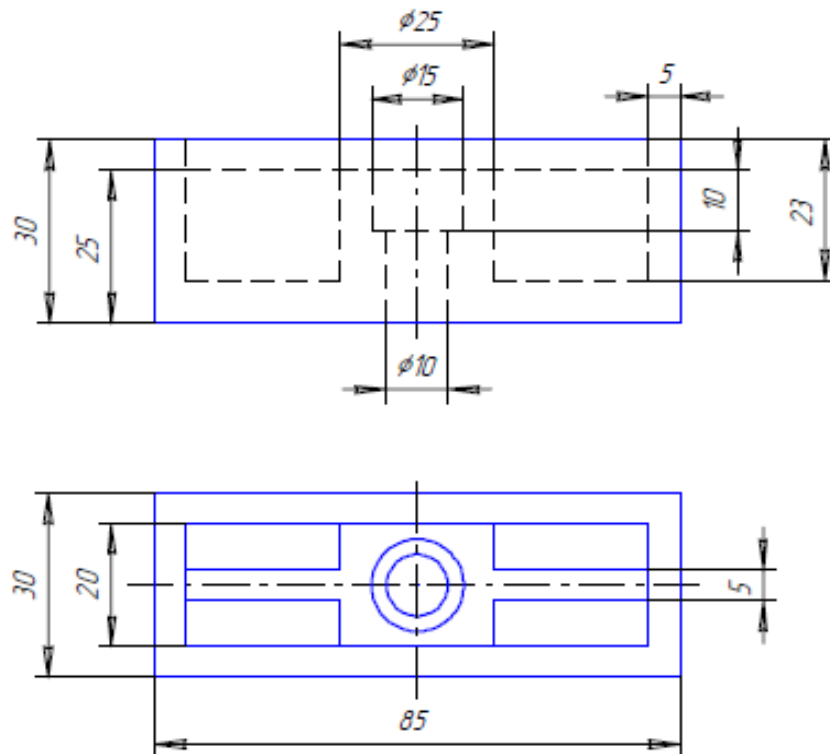

Рисунок 1 – Опора
3. Применяя способность разрабатывать 3D-модели литейной оснастки и осуществлять их прототипирование (ПК-6.3) постройте трехмерную модель детали (рисунок 1) и подготовьте необходимые условия для изготовления её прототипа.